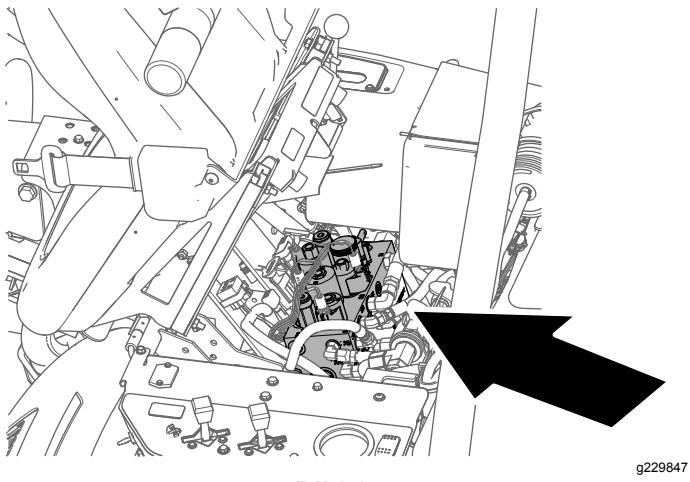

Bild 65
2. Klappen Sie den Bedienersitz hoch und stützen Sie ihn mit der Stützstange ab (Bild 65).